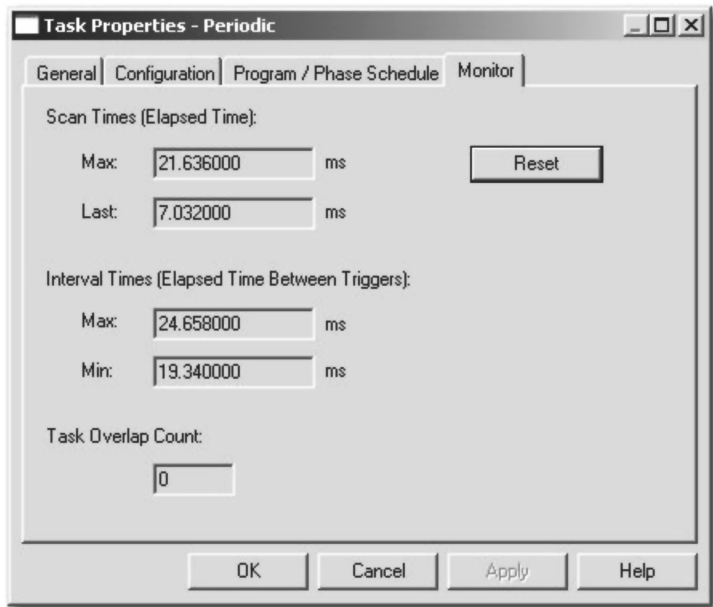

图 11-11 打开的任务属性窗口
16. 单击“重置” (Reset) 按钮, 如图 11-11 所示。可看到, 该任务的扫描时间仍约为 21ms, 但现在间隔时间的最大值显示为约 24ms。最好是第一次便采用此周期性任务速率, 是这样吗?